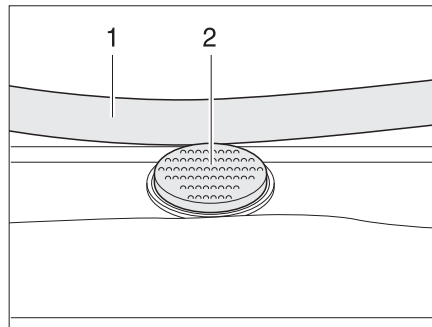

Bild 29 Sicherungsknopf an der Kipp-Dachhaube
- Den Sicherungsknopf (Bild 29,2) drücken und den Bügel (Bild 29,1) mit beiden Händen nach unten ziehen.
- Den Bügel mit beiden Händen nach oben drücken, bis der Bügel oberhalb des Sicherungsknopfes (Bild 29,2) liegt.